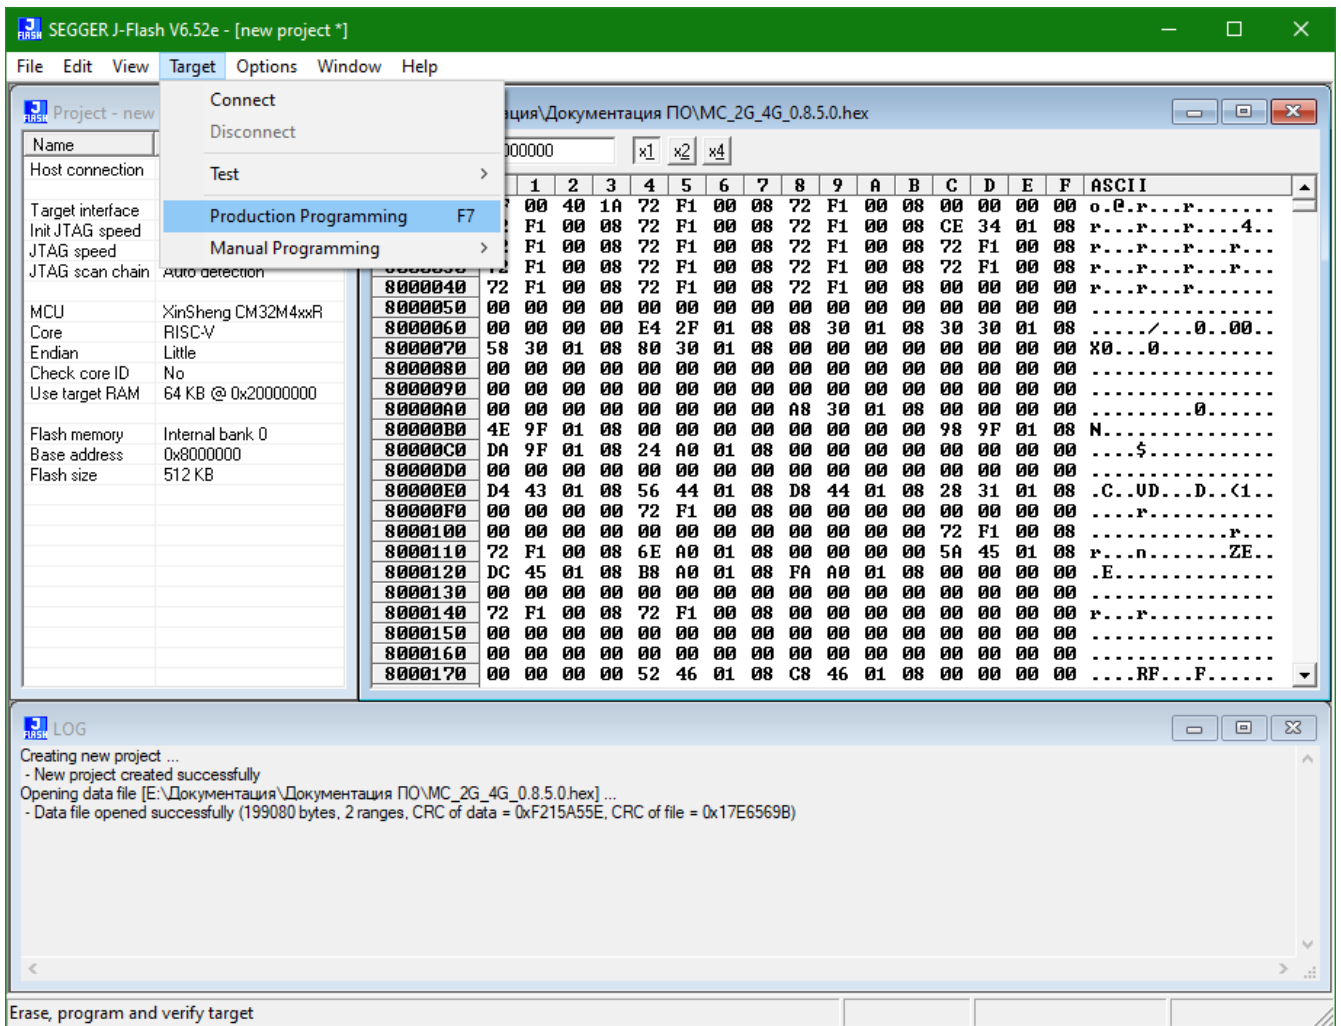

Рисунок 9 — Иллюстрация выбора опции **Production programming**
2.12 Чтобы запустить установку ПО на МСУ, в меню **Target** выбрать опцию **Production programming**. (Рисунок 9).